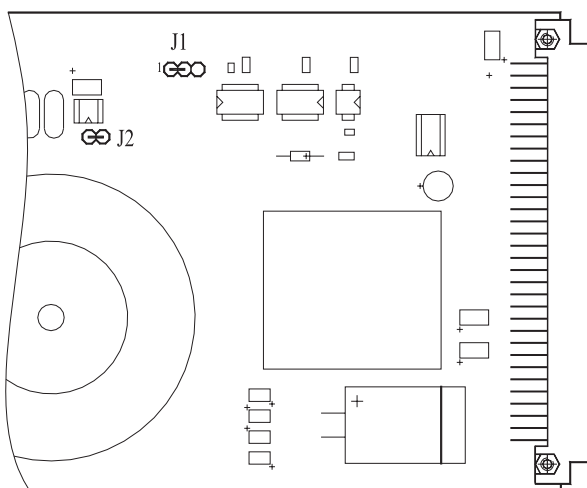

Рисунок 6 – Расположение джамперов на плата модуля 94.259
1.3.1.5 Обмен информацией между K930 и управляющим устройством осуществляется по сети ModBus RTU. Канал связи - интерфейс RS-232C либо интерфейс RS-485 выбирается установкой джампера J1 на контакты 1-2 либо 2-3 соответственно. Джампер J1 расположен на плате модуля 94.259 (см. рисунок 6).
Установкой джампера J2 (см. рисунок 6) подключается согласующий резистор по линии связи при включении K930 в магистраль RS-485.